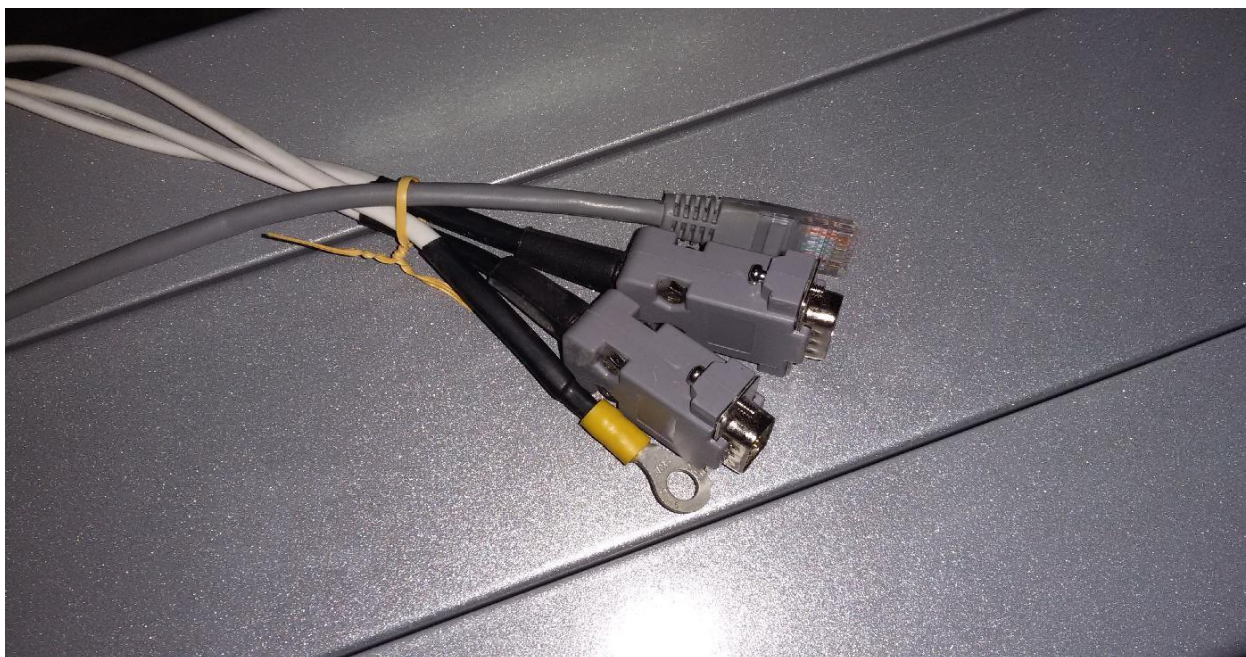

Рис. 13. Кабели, идущие от стойки камер.
18. Последним этапом подключаются оставшиеся провода. Что должно выходить из стойки (смотрим рис.13):
- Два кабеля, питающие модули камер. Они подсоединяются к блоку питания компьютерной стойки (рис. 13а).
Рис. 13а. Подключение питания модулей камер.